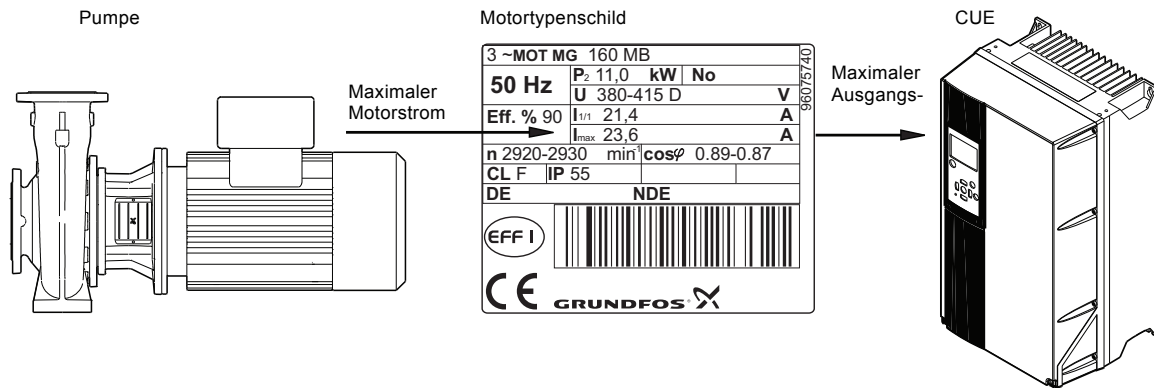

Abb. 50 Auswählen des CUE-Frequenzumrichters auf Grundlage des maximalen Motorstroms
Die Baugröße des CUE-Frequenzumrichters kann schnell und präzise auf Grundlage des maximalen Motorstroms ermittelt werden. Siehe Abb. 50.
- Der maximale Motorstrom beträgt 23,6 A. Siehe Abb. 50.